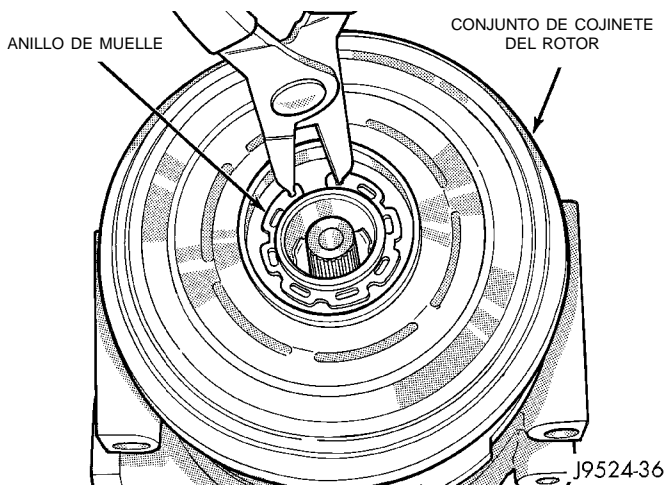

Fig. 28 Desmontaje/instalación del anillo de muelle externo
(6) Retire el anillo de muelle externo de la maza de la caja frontal del compresor con alicates para este tipo de anillos y retire el conjunto de rotor y cojinete de embrague (Fig. 28).
(7) Retire el tornillo y fiador del cable de la bobina del embrague en la caja frontal del compresor.